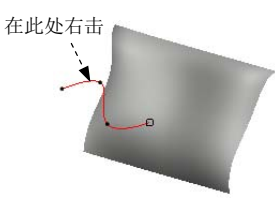

图 10.3.40 删除 ISDX 曲线
- Step1. 在 ISDX 环境中，单击 **样式** 功能选项卡 **曲线** 区域中的“曲线编辑”按钮 ，然后选取图 10.3.40 所示的 ISDX 曲线。